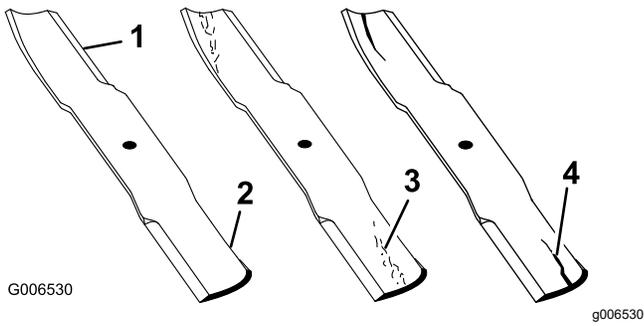

Figura 56
- Inspeccione as extremidades de corte (Figura 56).
- Se verificar quaisquer fissuras, desgaste, ou a formação de ranhuras nesta área instale imediatamente uma lâmina nova (Figura 56).